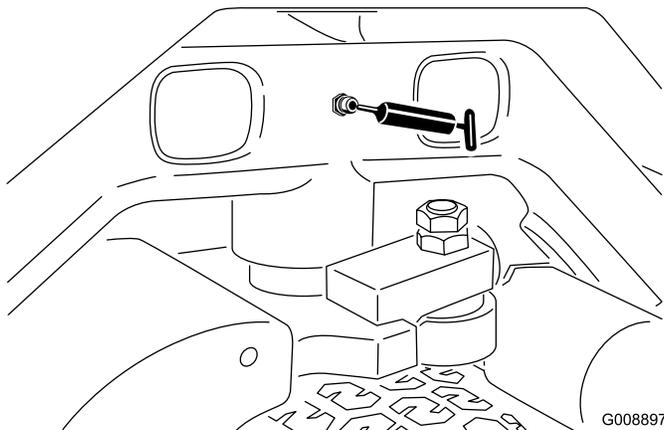

**Figura 54**
- Perno del braccio di sollevamento posteriore e cilindro di sollevamento (2) (Figura 54)